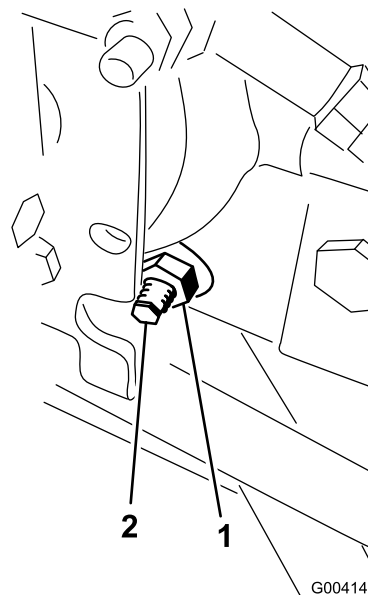

Bild 61
3. Lösen Sie rechts am Hydrostat die Sicherungsmutter an der Fahrtrieb-Einstellnocke (Bild 61).